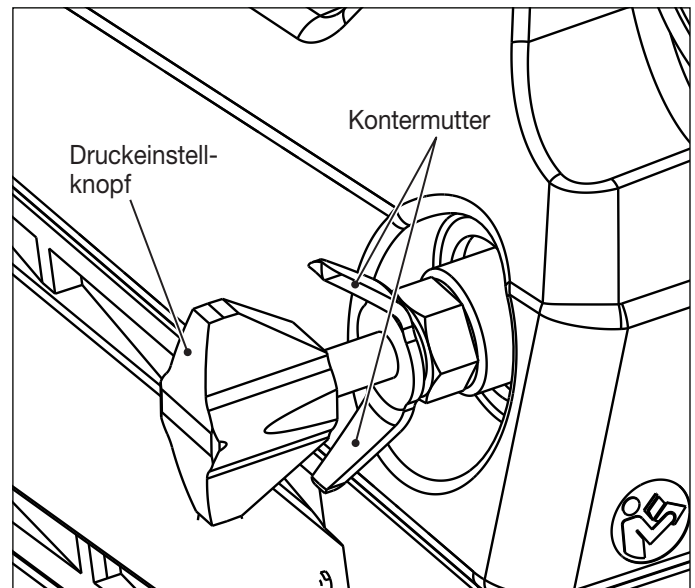

Abbildung 9: Drehmomenteinstellung des Druckbegrenzungsventils
2. Überprüfen Sie das Druckmanometer der Pumpe. Wenn ein Druck angezeigt wird, lösen Sie die Kontermutter des Druckbegrenzungsventils und drehen den Druckeinstellknopf gegen den Uhrzeigersinn, bis der Druck abgelassen ist und das Manometer Null (0) bar/psi anzeigt. Siehe Abbildung 9.
Die Pumpe umfasst ein vom Benutzer einstellbares hydraulisches Druckbegrenzungsventil, mit dem die Pumpe auf einen bestimmten Zieldruck eingestellt werden kann, der dem gewünschten Zieldrehmoment entspricht, das für Ihre Anwendung erforderlich ist. Siehe Abbildung 9.
HINWEIS Wenn der Akku vollständig entladen ist oder die Druckbegrenzungsfunktion nicht funktioniert, lassen Sie den eingeschlossenen Druck manuell ab, indem Sie den Knopf des Druckbegrenzungsventils der Pumpe gegen den Uhrzeigersinn drehen, bis der Druck abgelassen ist. Siehe Abbildung 9.